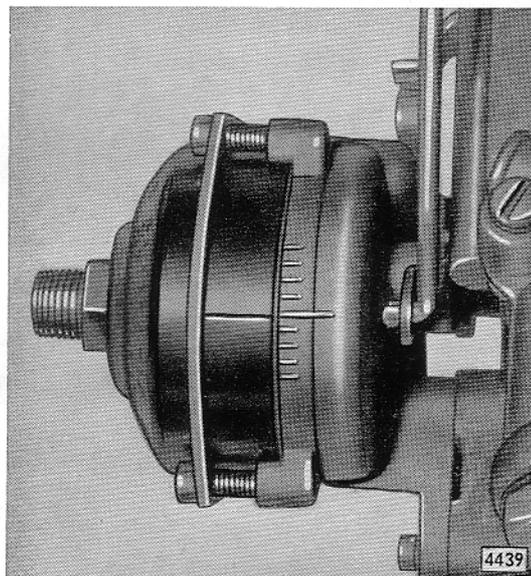

Bild D 39 - Einstellung der automatischen Startvorrichtung (rechte Luftklappenverbindungsstange in unteren Luftklappenhebel eingehakt)
26. Rechte Luftklappenverbindungsstange in unteren Luftklappenhebel einhaken (Bild D 39).
27. Einstellung der automatischen Startvorrichtung nach Bild D 39 vornehmen – Normal-einstellung. Durch Verstellen des Gehäusedeckels entgegen dem Uhrzeigersinn wird die Einstellung „magerer“, d. h. daß die Luftklappe früher öffnet.